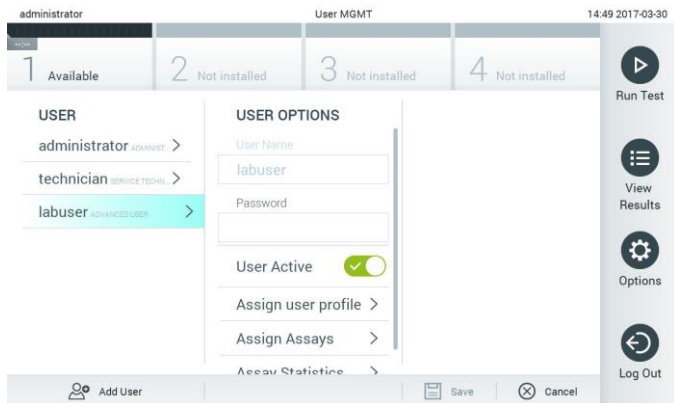

Figura 48. Selectarea și gestionarea utilizatorilor.
2. Selectați utilizatorul pe care doriți să îl gestionați din lista din coloana stângă a zonei de conținut (Figura 48, pagina următoare).